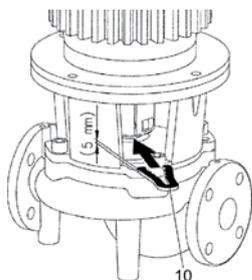

Fig. 14: Montarea barei de montaj
- Împingeți bara de montaj (fig. 14, poz. 10) între grupul suspendat și cuplă. Bara de montaj trebuie să stea fixă fără joc.